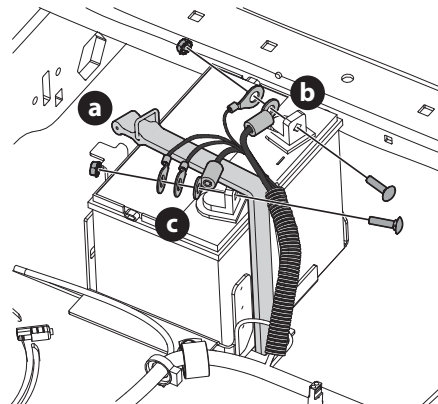

Figure 40
- Retirez le boulon et l'écrou qui fixent le groupe de câbles négatifs (b) à la borne négative de la batterie (marquée NEG (-)). Éloignez le câble de la borne négative de la batterie (Figure 40).
- Retirez le boulon et l'écrou qui fixent le groupe de câbles positifs (c) à la borne positive de la batterie (marquée POS (+)) (Figure 40).
- Détachez la sangle (a) qui maintient la batterie en place (Figure 40).
NOTE : le faisceau de câbles doit être posé sur la sangle de maintien de la batterie, sous peine d'endommager le faisceau de câbles (Figure 40 à la page 105).